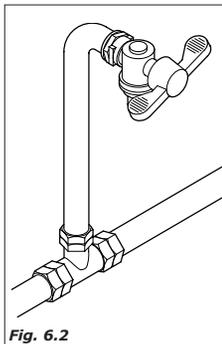

Fig. 6.2
- instalar, se não for presente, uma torneira em posição acessível para isolar o aparelho da rede hídrica de ser necessário (Fig. 6.2).